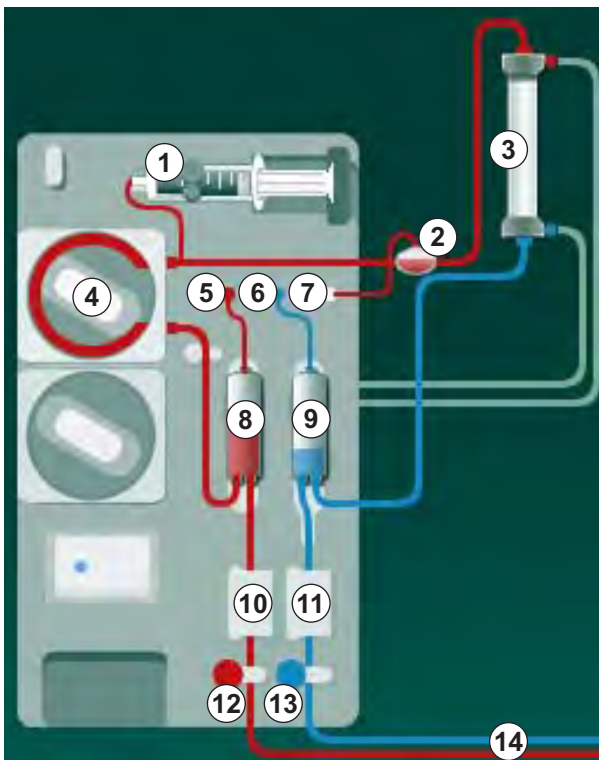

Fig. 3-2 Modalità di funzionamento - Ago Singolo Cross Over
Quando la clamp della linea venosa (Fig. 3-2 Modalità di funzionamento - Ago Singolo Cross Over (33) ⑬) è chiusa e quella della linea arteriosa ⑫ è aperta, la pompa sangue ④ invia il sangue dal paziente alla camera venosa ⑨ attraverso il dializzatore ③. La pressione nella camera venosa ⑨ viene monitorata tramite il sensore di pressione venosa ⑥. Non appena raggiunta la pressione superiore di commutazione preimpostata, la pompa sangue ④ viene disattivata e la clamp della linea venosa ⑬ si apre. A causa della pressione presente nella camera venosa ⑨, il sangue ritorna al paziente attraverso il dializzatore ③ fino a quando non viene raggiunta la pressione inferiore di commutazione. Una volta raggiunta la pressione inferiore di commutazione nella camera venosa ⑨, o scaduto il tempo preimpostato per il flusso di ritorno, la clamp della linea venosa ⑬ si chiude. Poco dopo la clamp della linea arteriosa ⑫ si apre. La pompa sangue ④ viene attivata e il processo riprende con il prelievo del sangue dal paziente.